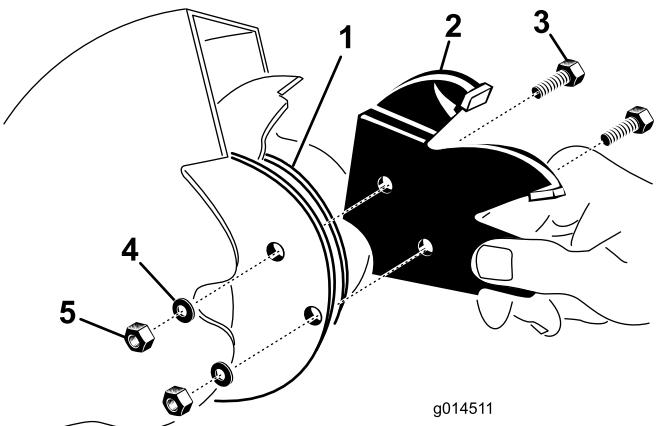

Figura 23
2. Retire los dos pernos que sujetan cada sección de cuchilla. Tenga cuidado de que al aflojarse, las secciones no puedan caerse y romperse (Figura 23).
4. Introduzca la sección de la cuchilla entre las bridas de montaje de la cuchilla (Figura 23) y sujetela con 2 pernos, arandelas de freno y tuercas.